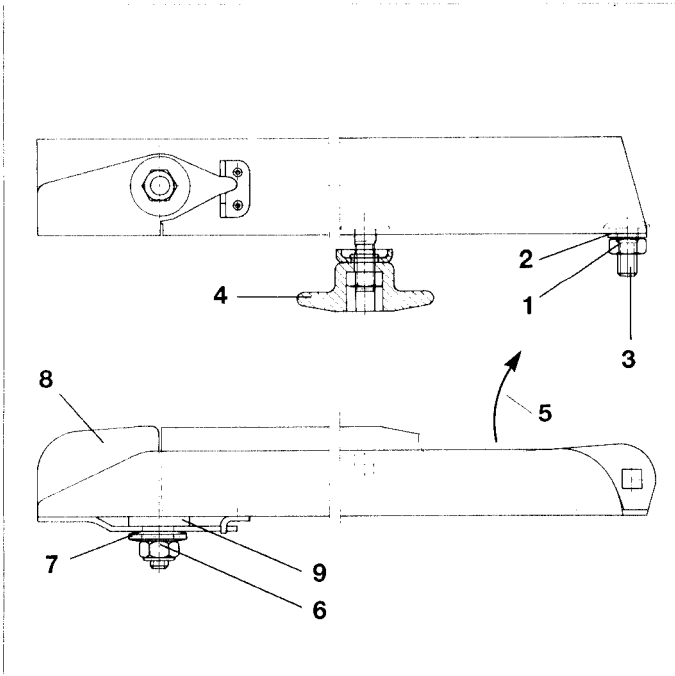

Fig. 9.3
- Lösen der Flügelmutter (Fig. 9.3/4) und Streuschaufel auswechseln.